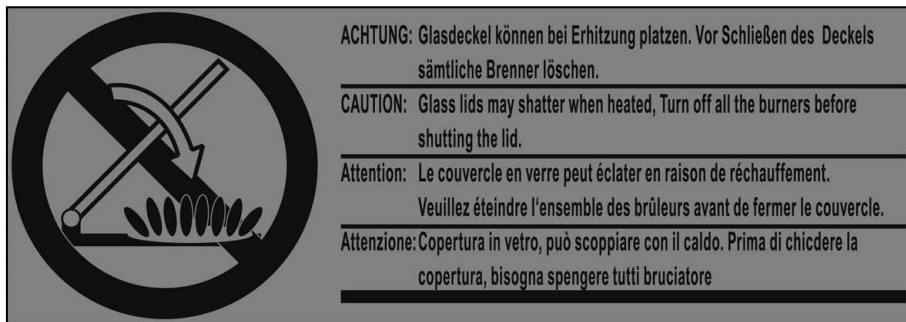

Fig. 139 Autocollant sur le réchaud
- Ne pas fermer le recouvrement du réchaud à gaz pendant que celui-ci est en marche. Sinon le recouvrement du réchaud à gaz risque de se fendre. Observer ce qui est écrit sur l'autocollant (Fig. 139).